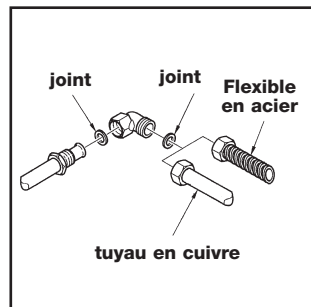

fig. 5
- A) raccorder la table de cuisson au gaz à l'aide d'un tuyau rigide en cuivre au diamètre de 12 mm, d'après la fig. 5. Pour assurer une bonne étanchéité, intercaler le joint en élastomère livré en accessoire.